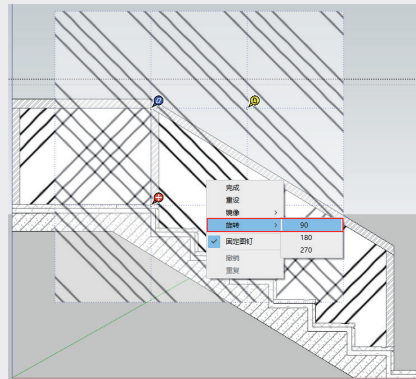

图3-230
- 07 选择玻璃面并右击, 在弹出的快捷菜单中选择“纹理”|“位置”选项, 进入纹理编辑状态。再次右击, 在弹出的快捷菜单中选择“旋转”|90选项, 如图3-230所示。